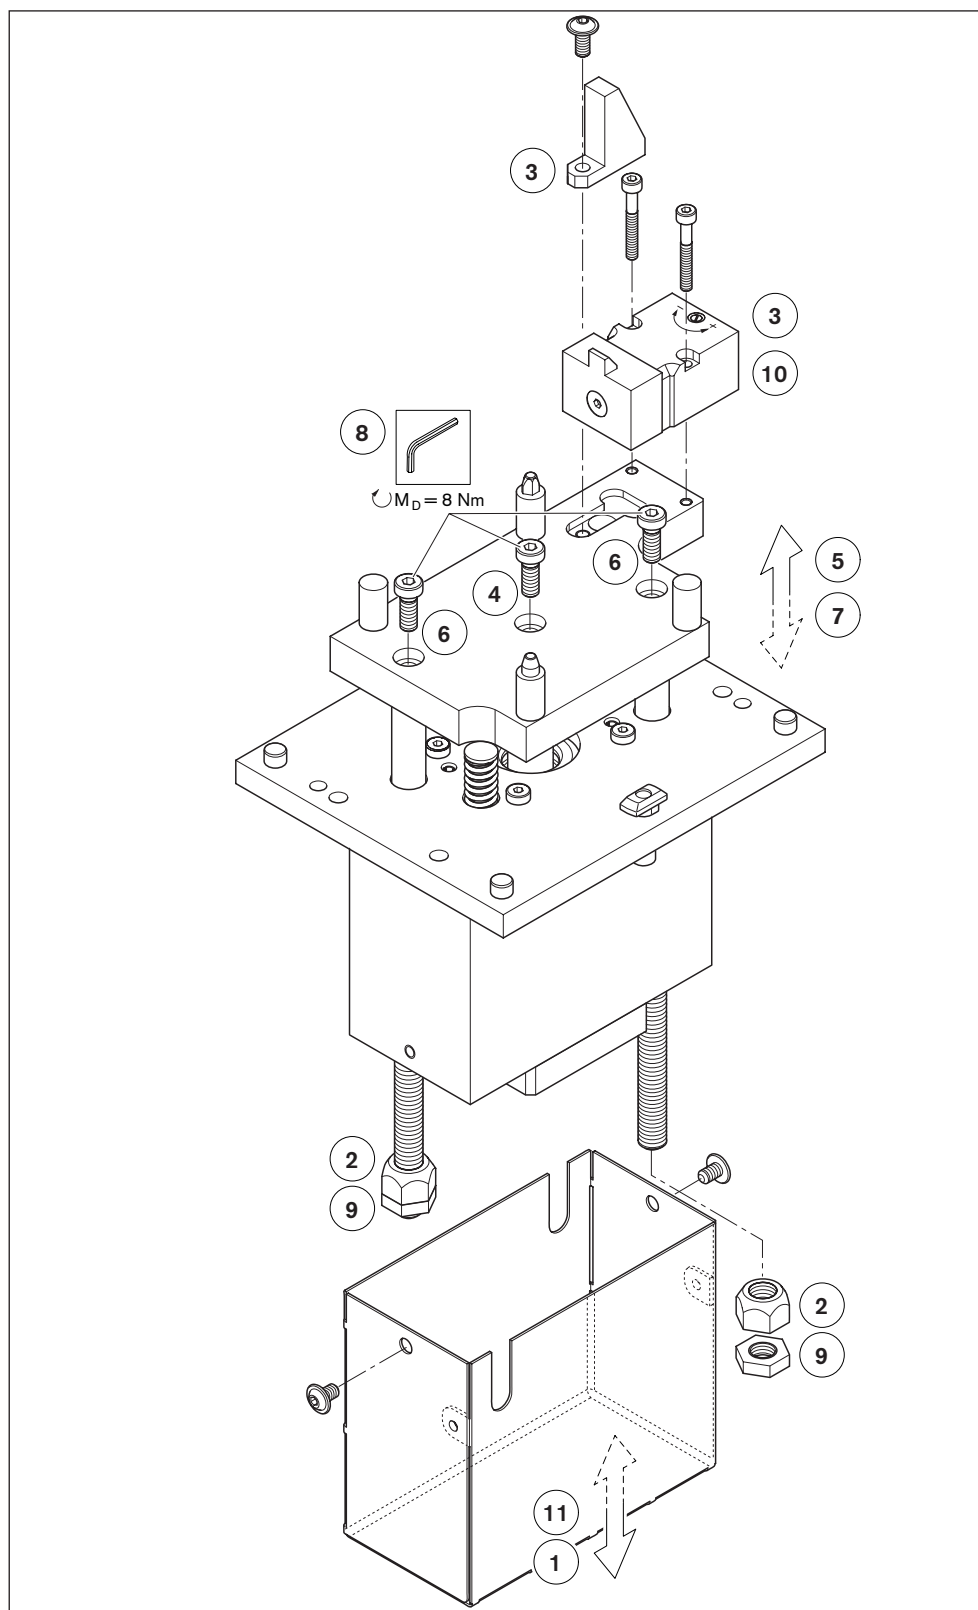

Abb. 14
10.3.2 Positionierplatte mit Positionierstiften auswechseln (Abb. 14)